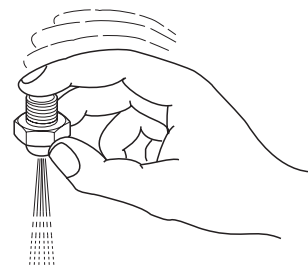

FIG. 20
- Asegurarse, sin usar agujas ni otras cosas, que la gasolina o el gasóleo pasen libremente por el orificio del pulverizador, golpeando ligeramente con el índice (véase la fig. 20) y que las incisiones estén perfectamente limpias (véase la fig. 19). Juntar todos los componentes del pulverizador sin apretar excesivamente; volver a enroscar el pulverizador al quemador apretando a fondo.